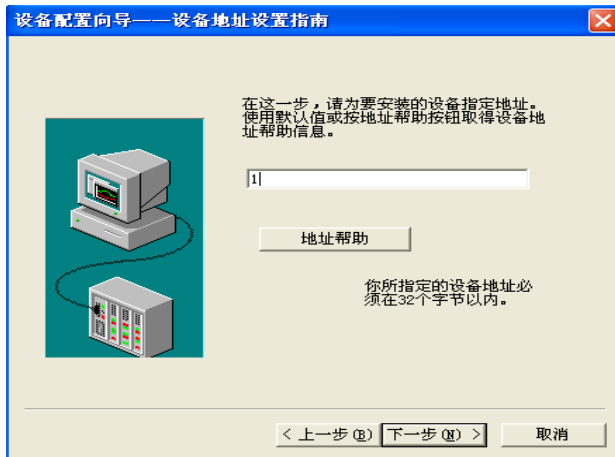

图 6.62 定义设备地址
5. **定义设备地址：**GPRS 下挂的实际设备的地址，如下图 6.62 所示：